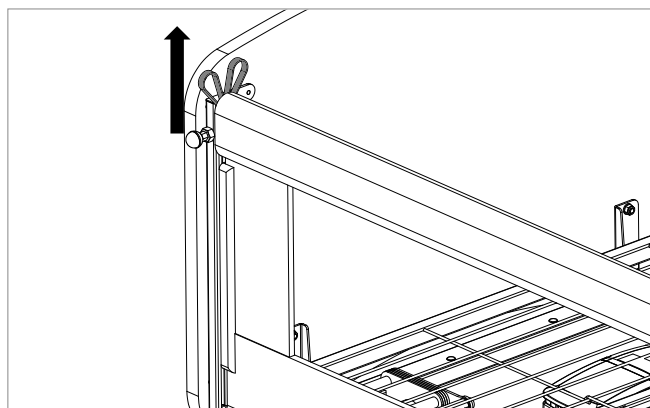

Figure 7.4
4. Tirez fermement vers le haut sur la poignée de levage à une extrémité de la barrière (voir Figure 7.4).